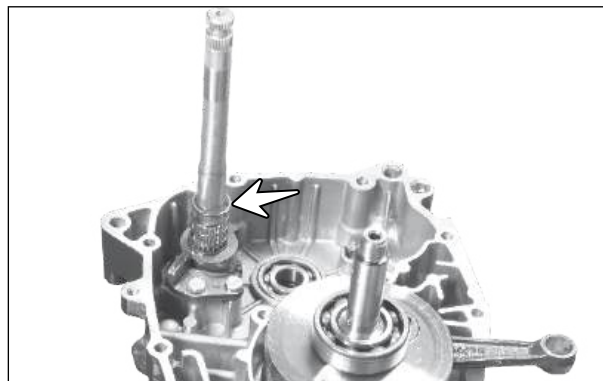

Fig. 3.139
- Remova o eixo do conjunto do pedal de partida junto com a mola da catraca do pedal de partida e a catraca do pedal de partida (seta) do conjunto da carcaça do motor do lado esquerdo. (Fig. 3.139)